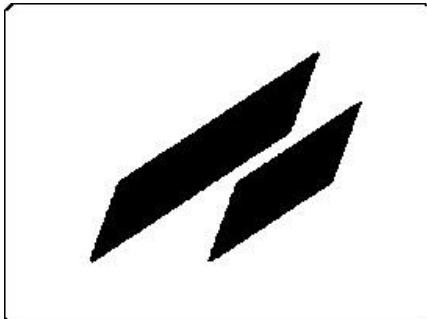

Рис.6. Заставка при включении расходомера.
4.1.1. Для включения расходомера необходимо нажать и несколько секунд удерживать кнопку  . После включения расходомера на дисплее индицируется заставка (рис. 6), после чего на дисплей выводится измеряемый параметр большим шрифтом, область основного меню, область статусов и сигналов (рис. 4).